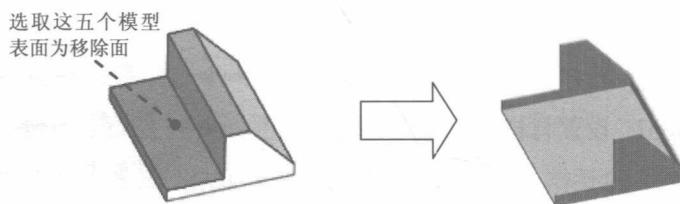

图 1.7 薄壁特征 1
Step6. 创建图1.7所示的薄壁特征1。单击“主页”功能选项卡“实体”区域中的按钮；在“薄壁”工具条的“同一厚度”文本框中输入值4.0，并按Enter键；在系统提示下，选取图1.7所示的模型表面为要移除的面，右击；在工具条中单击“预览”按钮显示其结果，并单击“完成”按钮，完成特征的创建。